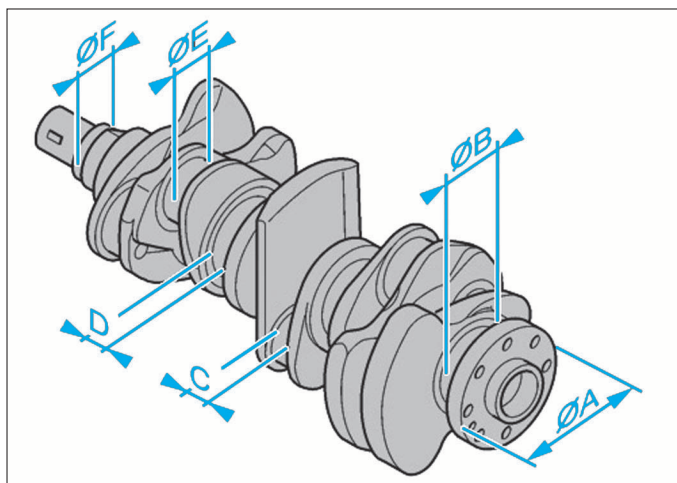

FIG. 8
**Cotes du vilebrequin (Fig.8)**